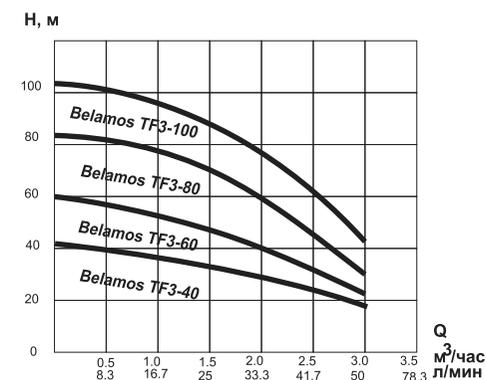

Рисунок 1
2.2 Напорно-расходные характеристики электронасосов на рис.1.